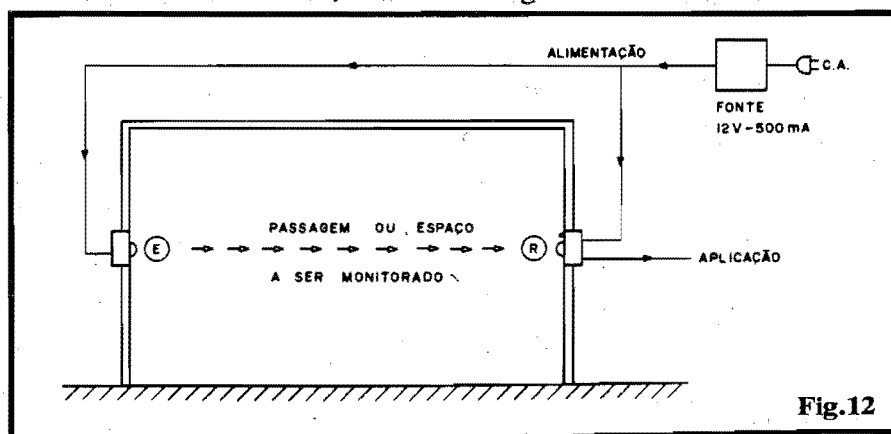

Fig. 12
- FIG. 12 - INSTALAÇÃO BÁSICA/ALINHAMENTO - Uma barreira é... uma barreira! Por óbvias razões, deve ser estabelecida ou colocada onde, paradoxalmente **possa mas não deva** ser rompida! Partindo disso, fica claro o método de instalação da BIVEP, ilustrado na figura: de um lado temos o BIVEP-E, e do outro o BIVEP-R, óticamente alinhados, de modo que o feixe de infra-vermelho se comporte como um "barbalho esticado", protegendo a passagem ou espaço a ser controlado! Não esquecer de "puxar" as convenientes linhas de alimentação, que devem trazer os 12 VCC para energização do sistema... Graças à presença do LED piloto no BIVEP-R, "achar" o alinhamento não é difícil, uma vez que o dito LED (estando ambos os módulos devidamente alimentados...) apenas **acenderá** quando o dito (e importante) alinhamento for obtido! Fixados os módulos, um teste elementar deve ser feito: basta andar "através" da barreira, observando, ao mesmo tempo, o LED piloto (que apagará quando o feixe infra-vermelho for interrompido...). Os valores dos componentes internos do BIVEP-R proporcionam uma pequena temporização, de modo que o novo "acendimento" do LED, assim que a integridade da barreira é recomposta, pode demorar um segundo ou dois...